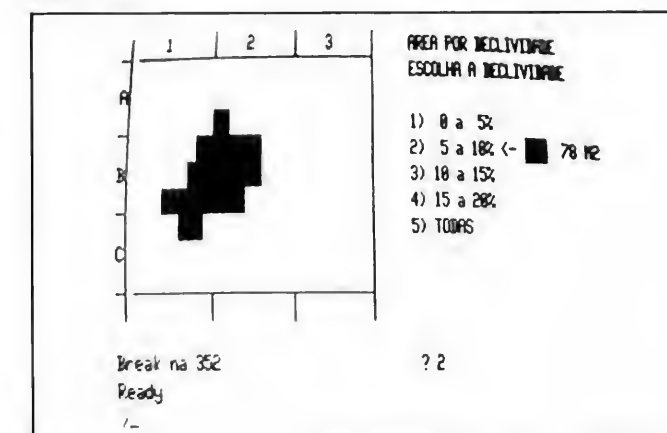
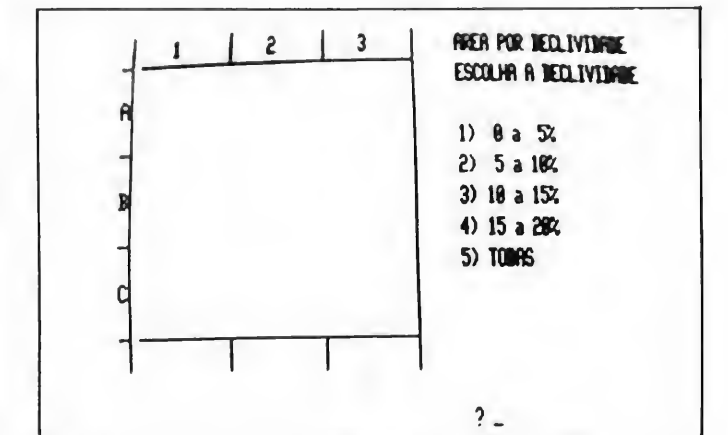
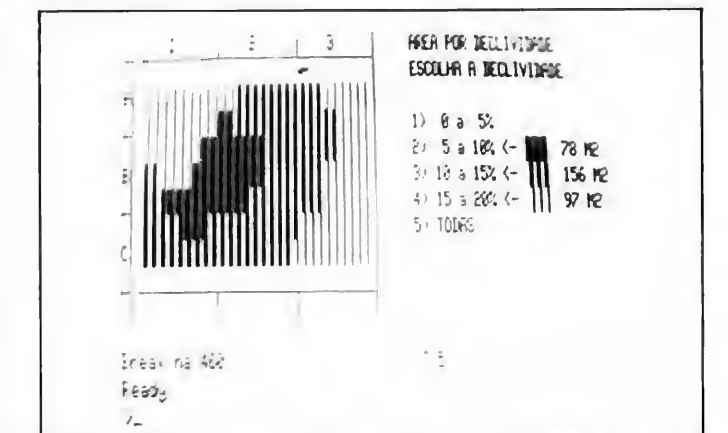

Figura 3
Figura 2
Figura 4
da declividade (figura 2). Se a opção for analisar apenas a área com certa declividade (no caso a de 5 a 10%), é apresentada no vídeo a área correspondente sobre o desenho da planta. Na mensagem ao lado aparece a superfície total da área escolhida (figura 3). O usuário pode querer também que todas as áreas sejam apresentadas, e o resultado está demonstrado na figura 4.
- as deformações das linhas retas, figura 2 por exemplo, resultam da curvatura do vídeo e da distância entre este e a máquina fotográfica.